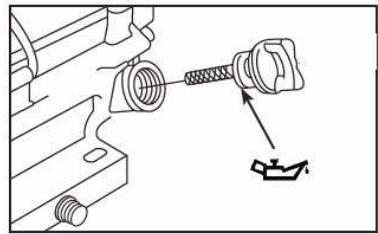

Fig. 3
- Limpie el área alrededor de relleno de aceite y retire la varilla de medición. (See Fig. 3)